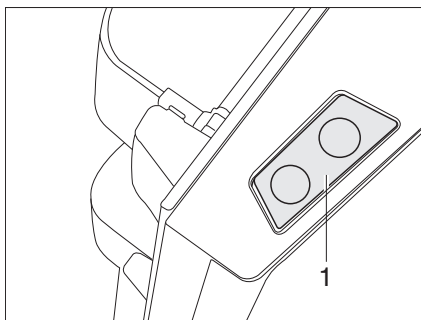

Fig. 208 Touche de déverrouillage de la porte du réfrigérateur (Dometic Série 8)
- Appuyer sur la touche de déverrouillage (Fig. 208,1) et ouvrir le réfrigérateur.